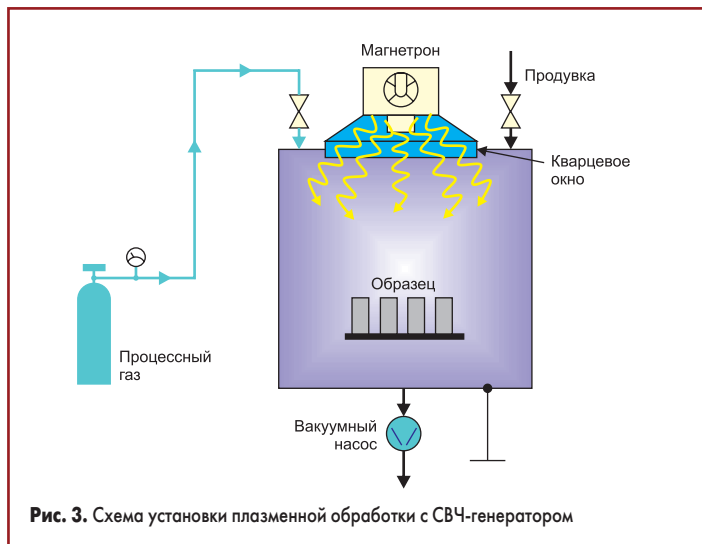

Рис. 3. Схема установки плазменной обработки с СВЧ-генератором
3. Сверхвысокочастотный генератор (СВЧ, частота 2,45 ГГц). В грубом приближении установка с таким генератором есть не что иное, как известная всем микроволновая печь. То есть если бы в домашней микроволновке можно было создать вакуум и подать внутрь ее газ, то при включении нагрева был бы получен тлеющий разряд. Особенностью микроволнового генератора (как и бытовых микроволновок) является невозможность напрямую обрабатывать металлические предметы. Но эта проблема была решена, когда образцы стали помещать в клетку Фарадея, изолируя их от СВЧ электромагнитного поля. Такая конструкция позволяет ионизировать газ в СВЧ-поле и затем доставлять его к обрабатываемой поверхности (ионы плазмы свободно проходят через клетку Фарадея). Основная область применения таких генераторов — быстрое удаление с подложек толстых слоев органических материалов, в частности позитивных и негативных фоторезистов. Схема установки с СВЧ-генератором представлена на рис. 3. Как видно на схеме, ввод электромагнитного излучения производится через специальное кварцевое окно. Такая конструкция необходима в случае, когда вакуумная камера изготовлена из металла.